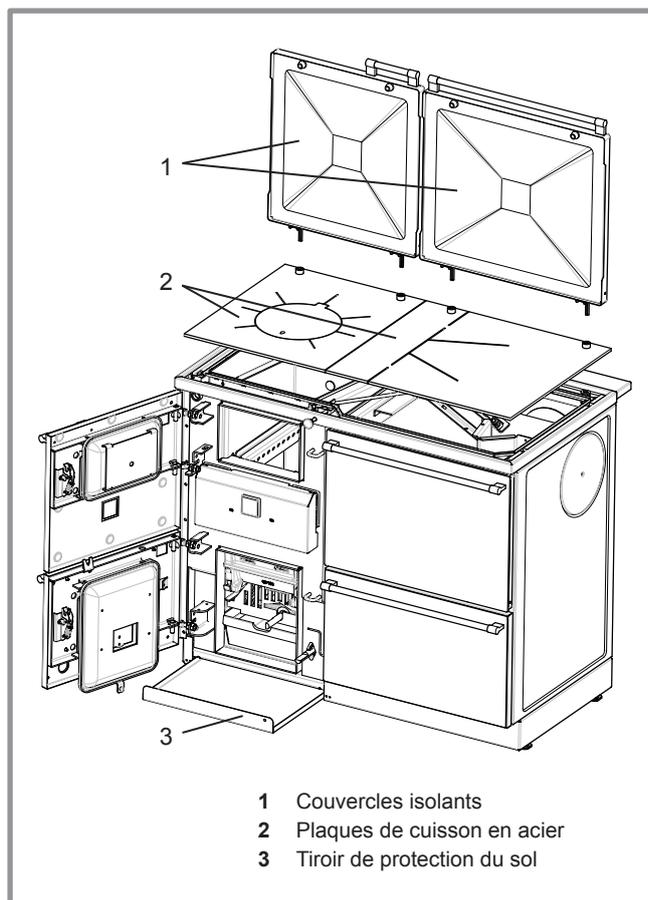

fig. 7 - Installation des plaques de cuisson en acier, des couvercles isolants et du tiroir de protection du sol
Sortir les plaques de cuisson en acier de leur emballage, en enlever l'huile de la partie supérieure avec un chiffon doux ou du papier et les poser sur la cuisinière (fig. 7).
Sortir les couvercles isolants de leur emballage et enficher la charnière couvercle isolant dans la plaque de cuisson en acier (fig. 7).
- Ouvrir la porte du cendrier, insérer le tiroir de protection du sol dans le bas (rep. 3, fig. 7).